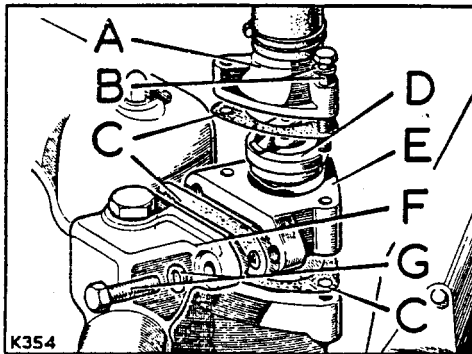

Abb. A1-46. Befestigung des Thermostatgehäuses
3. Auslassrohr und Dichtung am Thermostatgehäuse befestigen. Alle Befestigungsteile einbauen und die Kühlwasserschläuche anschliessen. Siehe Abb. A1-46.